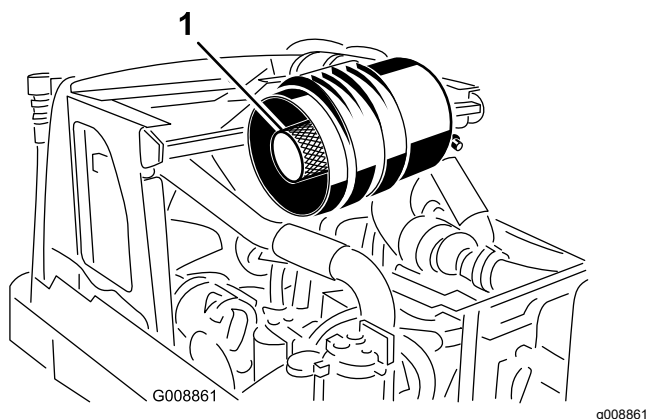

Рисунок 48
**Внимание:** Не пытайтесь очистить контрольный фильтр. Замену контрольного фильтра следует производить после каждых трех обслуживаний фильтра грубой очистки (Рисунок 48).